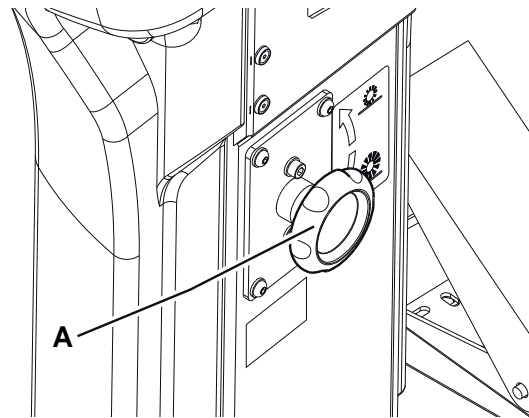

Abbildung 4
2. Regler (A, Abb. 4) betätigen:
- Zur Verringerung der Besenspurbreite Hauptkehrwalze mit dem Hebel (73) anheben und Drehregler im Uhrzeigersinn drehen.